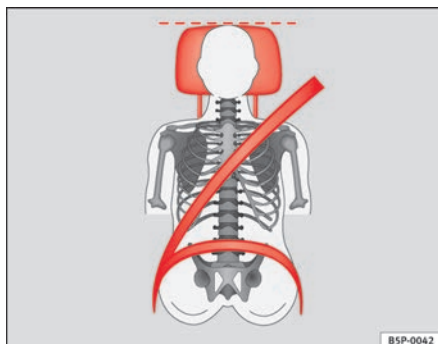
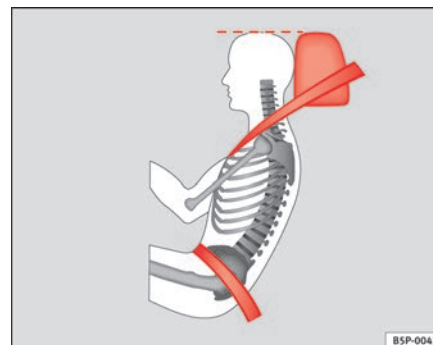

Abb. 72 Von vorne betrachtet: richtig eingestellte Kopfstütze und korrekter Gurtbandverlauf
Abb. 73 Von der Seite betrachtet: richtig eingestellte Kopfstütze und korrekter Gurtbandverlauf
- Stellen Sie die Kopfstützen so ein, dass sich die Oberkante der Kopfstütze möglichst auf einer Linie mit dem oberen Teil Ihres Kopfes, bzw. mindestens auf Augenhöhe befindet ⇒ Abb. 72 und ⇒ Abb. 73.